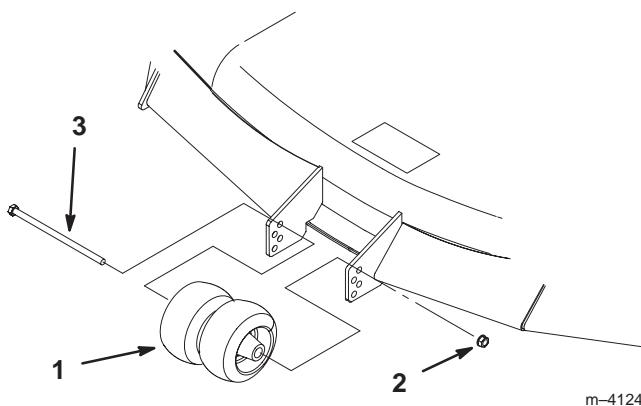

Figure 18
2. Après avoir réglé la hauteur de coupe, retirer le boulon et l'écrou (Fig. 18).
3. Choisir le trou de montage le plus proche de la hauteur de coupe souhaitée (Fig. 18).
4. Remonter le boulon, les roues de jauge centrales et l'écrou (Fig. 18).